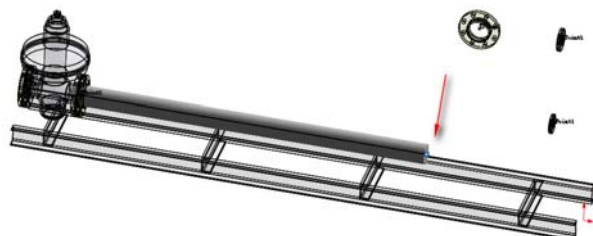
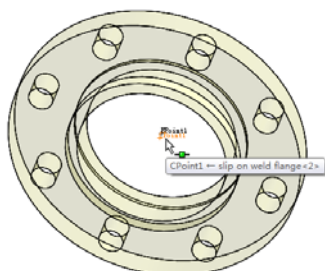

图 18-87 拖动端点
图 18-88 选择连接点
① 拖动端头的端点, 按图 18-87 所示增加管道长度。
② 将视图切换到右端三个独立法兰最左边的一个大法兰上。在视图菜单上确定步路点已被选取, 隐藏所有类型已被消除。
③ 将光标移到法兰中央的连接点(连接点 1)上。光标变成 , 如图 18-88 所示, 连接点高亮显示。